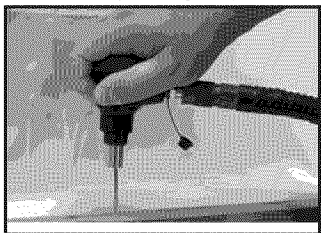

Figura 2-Clavando los clavos
3. Coloque el Puente nasal hacia abajo sobre la parte superior del clavo. Quitar del clavo los puntos de los dedos de la otra mano (Ver la figura 2).